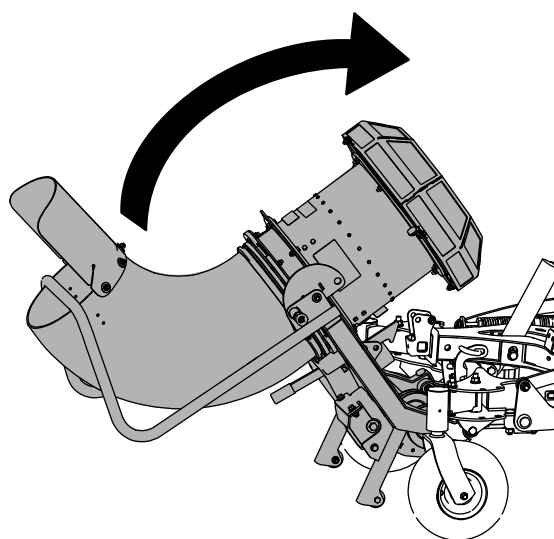
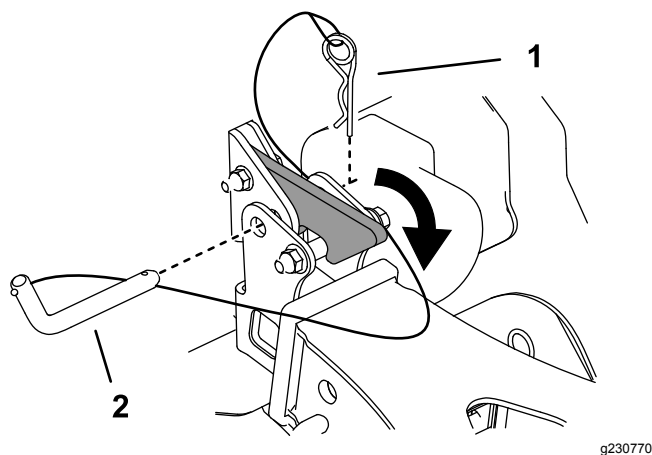

Figure 19
Figure 20
1. Levez la souffeuse jusqu'à ce qu'elle s'enclenche sur le dispositif d'attelage (Figure 19 et Figure 20).
2. Fixez-la sur le dispositif d'attelage avec la goupille d'attelage et la goupille fendue attachées au dispositif (Figure 20).